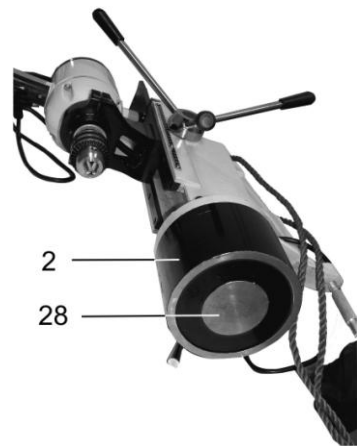

Рис. 5
9.2.2. Перед монтажом станка убедитесь, что поверхность, на которую устанавливается магнитная подошва (2) станка, сухая, чистая, плоская и ровная. Контактная поверхность (28) магнитной подошвы (2), Рис. 5, должна быть сухой и чистой. Обеспечьте непосредственный контакт между монтажной металлической поверхностью и поверхностью (28), Рис. 5, магнитной подошвы (2) станка по всей ее рабочей площади.